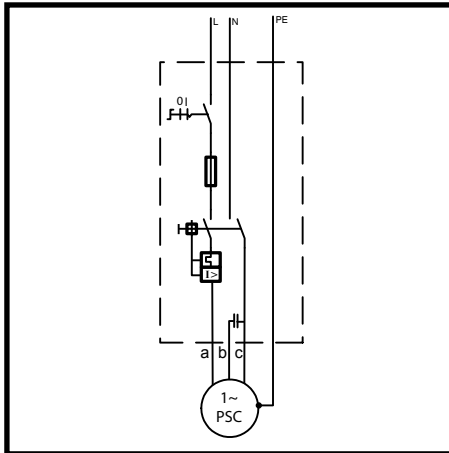

Fig.: 17
4. Aço inoxidável especial PSC (Fig.: 17)